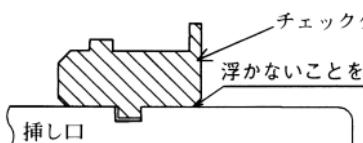

図69 溝深さの確認
(4) 加工完了後、所定の寸法になっているかを専用のチェックゲージおよびメジャーを用いて下記の方法にて必ず確認する。
- ① チェックゲージ（図69）を加工後の溝に入れて、挿し口全周にわたって浮かないことを確認する。チェックゲージが浮いた場合、溝が浅いので、再度溝切り加工を行う。